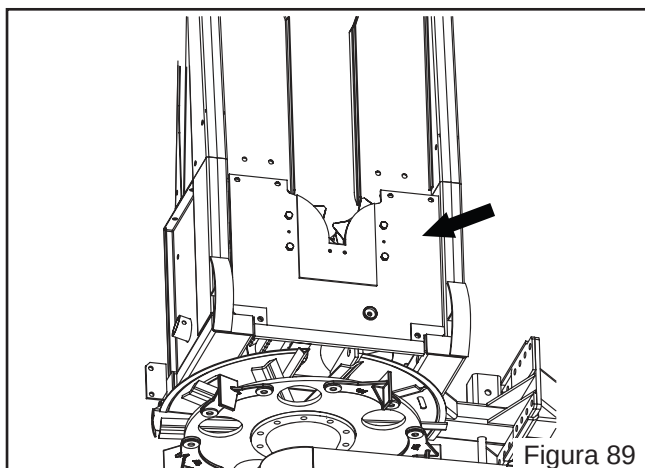

Figura 89
- Retire a base inferior dos cilindros ceifadores (Figura 89);